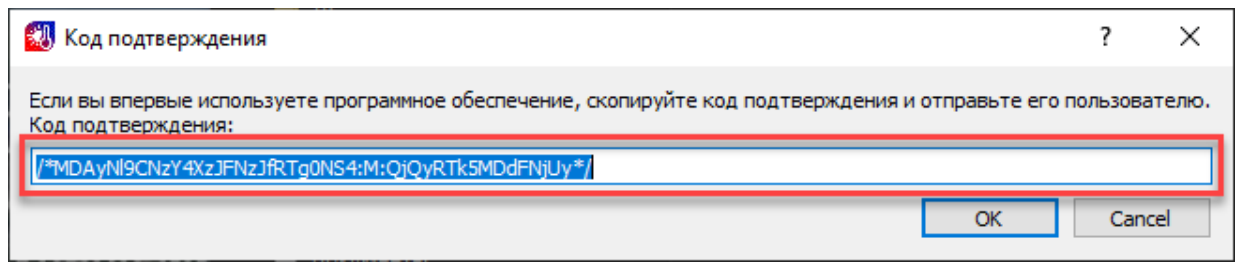

Рисунок 2.3.1 – Окно лицензионного ключа
2) Для работы в программном обеспечении требуется лицензионный ключ от производителя, для этого необходимо скопировать код при первом запуске (рисунок 2.3.1), заполнить форму 1 (Приложение 1) и отправить производителю.